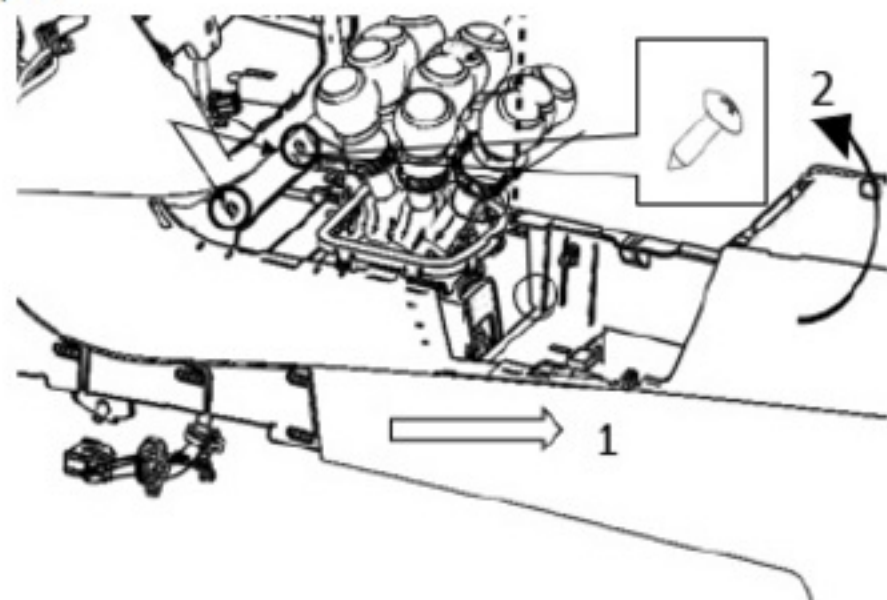

图 1-42 副仪表板本体拆卸示意
(4) 用十字螺丝刀松开图 1-42 示的 2 个螺钉（Q2734216F31A），后沿图示箭头 1 方向把副仪表板退出，让后沿图示箭头 2 方向旋转，绕过换挡机构即可取出副仪表，完成拆卸。